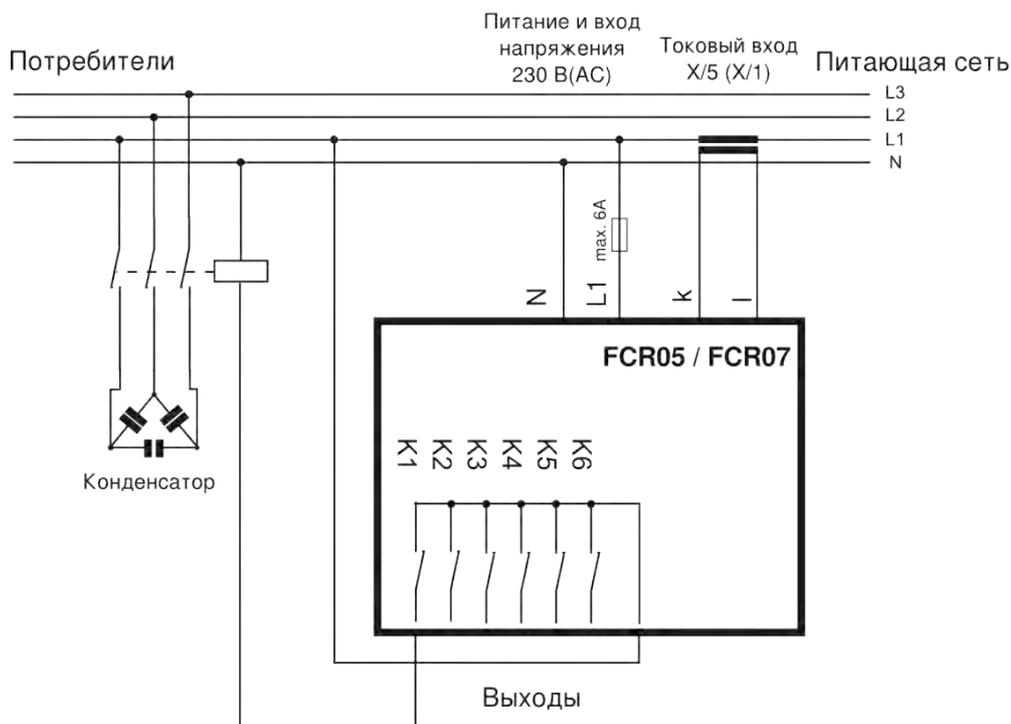

Рисунок 3. Схема подключения регулятора
По умолчанию в приборе установлены стандартные настройки, смотрите табл. 1. Напряжение питания необходимо запитывать от регулируемой сети, так как данное напряжение используется для измерения напряжения сети. Значение данного напряжения написано на заводской табличке. Ток для измерения берется от оставшейся фазы. По умолчанию напряжение измеряется между L1-N, а ток измеряется в фазы L1. Подключение регулятора показано на рис. 3.
1. Подключить регулятор согласно рис. 3.